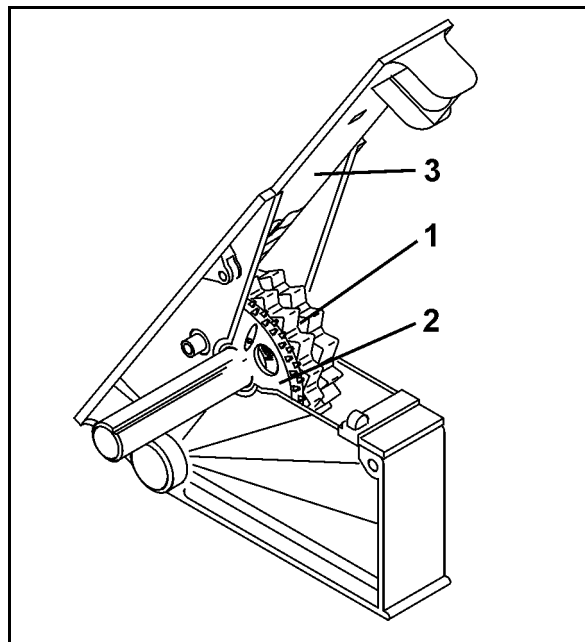

Fig. 12
- o einem Normal-Särad (Fig. 12/1) und
- o einem Fein-Särad (Fig. 12/2).
Die Absperrschieber (Fig. 12/3) sind in 3 Stellungen einstellbar und müssen je nach Saatgut eingestellt werden.